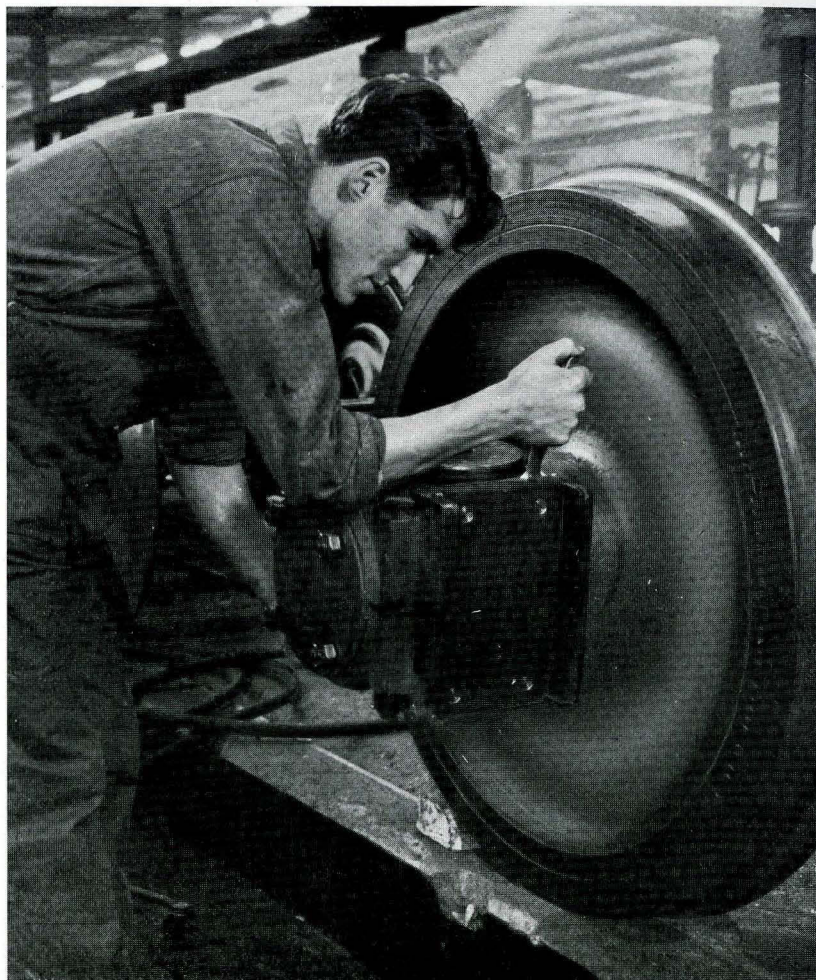

Fig. 26
6. Om boxen har slitskenor, skruvas dessa fast, fig. 26.